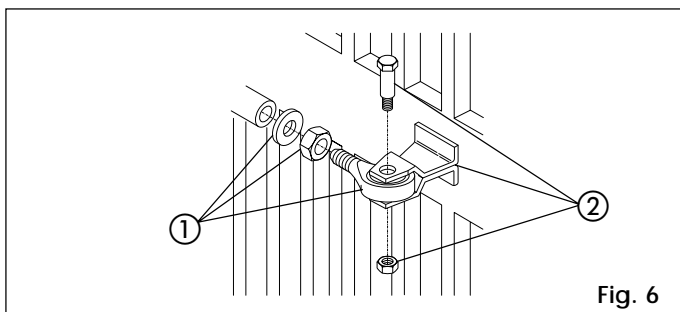

Fig. 6
- 3) Visser à moitié la patte d'attache avant sur la tige (rep. 1 Fig. 6) et serrer à l'aide de l'écrou fourni.
- 7) Monter la patte d'attache avant sur la tige comme indiqué (rep. 2, Fig. 6).